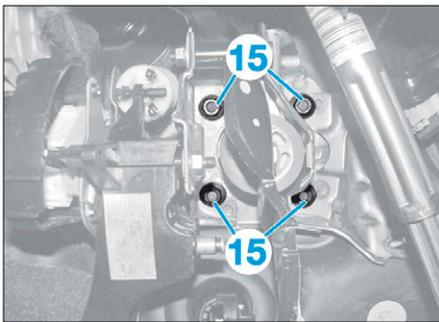

FIG. 24
• Déposer les écrous (15) (Fig.24).